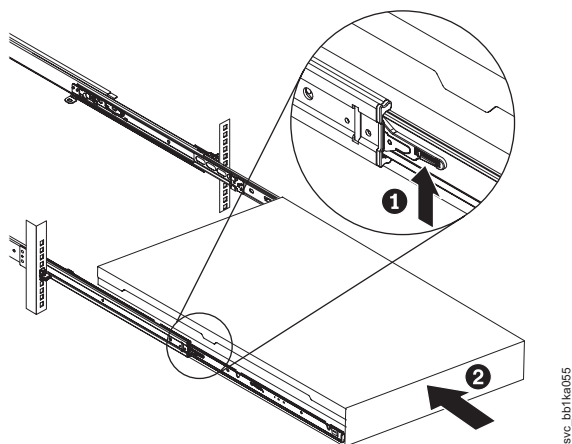

図 139. ラックのスライド・レールの SAN ボリューム・コントローラー 2145-CF8 または 2145-CG8 ロック・レバーを上げる
- スライド・レール上のロック・レバー (図 139 の **1**) を上げて、サーバー **2** を、所定の位置にカチッと音を立てて収まるまで、ラック内に完全に押し込みます。